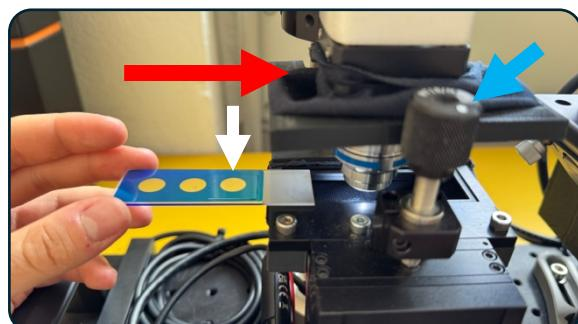

Figure 8 - Sens du microscope glass slide
- Déposer 3 gouttes déposées par chute libre du mélange dans le puit **indiqué par la flèche blanche** sur une **plaquette en verre** (voir la Figure 8). **Attention** au sens dessus dessous !
- Placer l'échantillon dans le système, dans le sens indiqué sur la photo (voir Figure 8), sous le microscope.